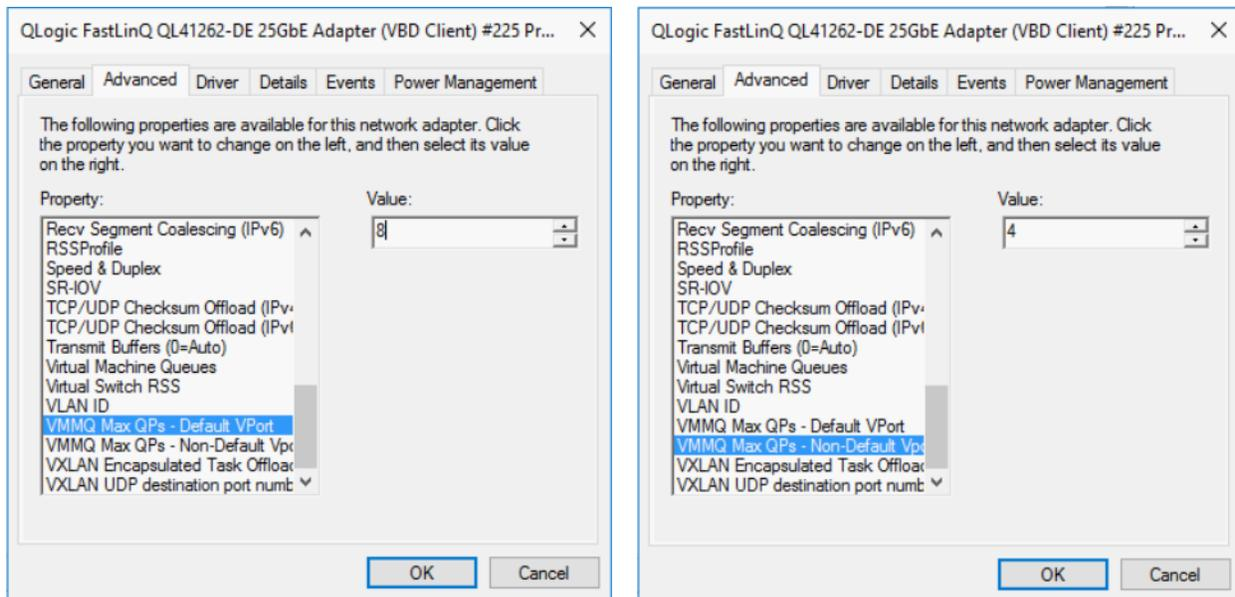

Abbildung 13-14. Erweiterte Eigenschaften: Festlegen von VMMQ
- Wählen Sie auf der Seite „Advanced Properties“ (Erweiterte Eigenschaften) (Abbildung 13-14) unter **Property** (Eigenschaft) eine der folgenden Optionen aus: